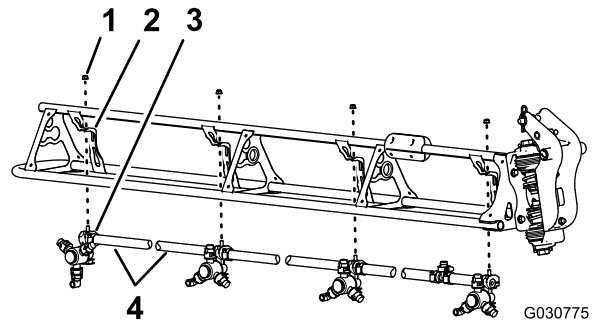

图 119
1. 切断两个喷嘴之间的软管图 119。
2. 拧下将喷嘴固定到喷嘴固定架的凸缘锁紧螺母 5/16 英寸图 119。